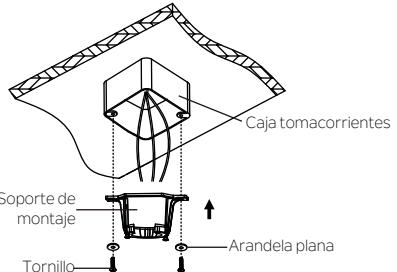

Fig. 5
Paso 1. Antes de conectar el ventilador a la caja tomacorrientes (no está incluido), debe comprobar de que la caja tomacorrientes esté firmemente sujetada en al menos dos puntos a un miembro de techo estructural (una caja suelta hará que el ventilador se tambalee). Pase los cables de suministro de 120 voltios desde la caja tomacorrientes del techo a través del centro del soporte de montaje en el techo. Instale el soporte de montaje en la caja tomacorrientes en el techo con los tornillos y arandelas incluidos con la caja tomacorrientes (Fig. 5)